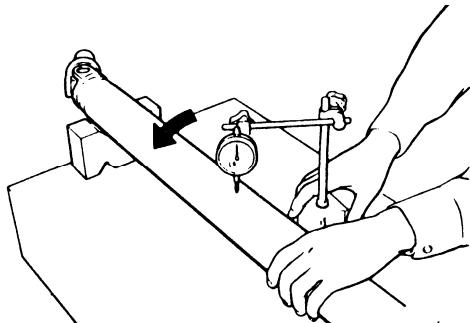

图 3-105 测量传动轴的径向跳动
(5) 如图 3-105 所示, 用千分尺测量传动轴的径向跳动, 其极限值为 0.6mm。